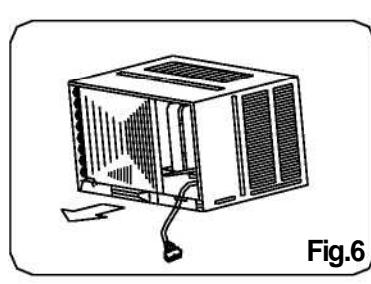

Fig. 6
2. Uhvatite dršku na šasiji i pažljivo izvucite klima uređaj iz kućišta (Pogledajte Fig.6).